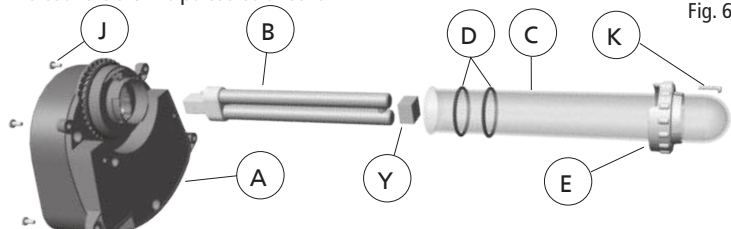

Fig. 6
4. Retirer le couvercle UV-C (A) (Fig. 6) du filtre en dévissant les quatre vis (J) qui fixent le couvercle UV-C au couvercle du filtre (G). Le couvercle UV-C est équipé de vis antiperte. Aucun besoin de retirer complètement les vis; il suffit de les dévisser jusqu'à ce que le couvercle UV-C puisse être retiré.